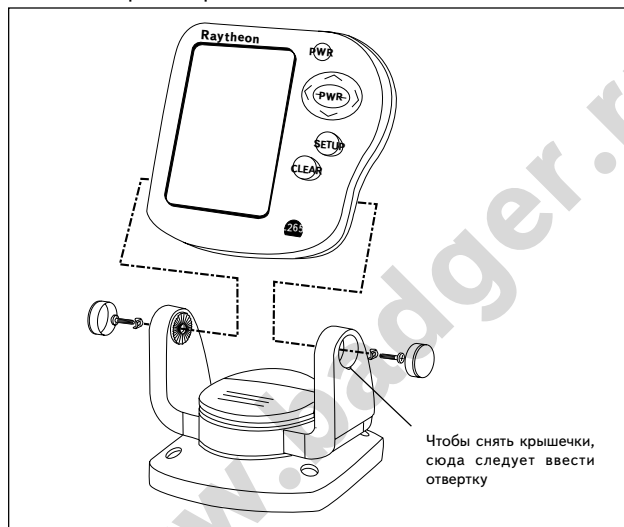

Рис.2-12
6. Высвободить экранный блок из зажимов турели, как показано на рис.2-12. Нажать большую кнопку в центре турели, чтобы разделить щеки крепления. Экранный блок скреплен со щеками двумя винтами. Каждый винт покрыт крышечкой. Найдите небольшой паз позади каждой крышечки и подцепите ее небольшой отверткой. Снимите крышечки, затем два винта и две пружинных шайбы. Сложите детали в коробочку, чтобы потом можно было все собрать обратно.